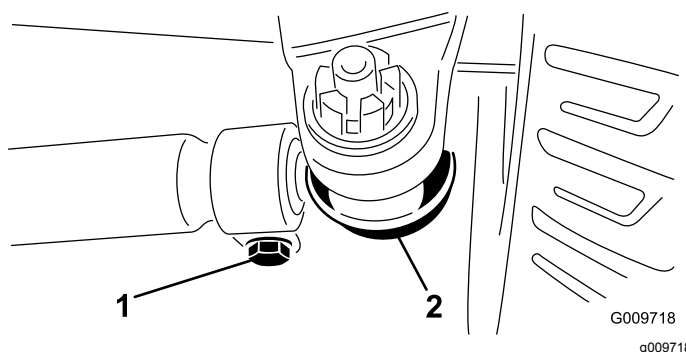

Рисунок 101
3. Для регулировки схождения снимите шплинт и гайку с любой шаровой опоры поперечной тяги (Рисунок 101).
5. Ослабьте зажимы на обоих концах поперечных тяг (Рисунок 101).